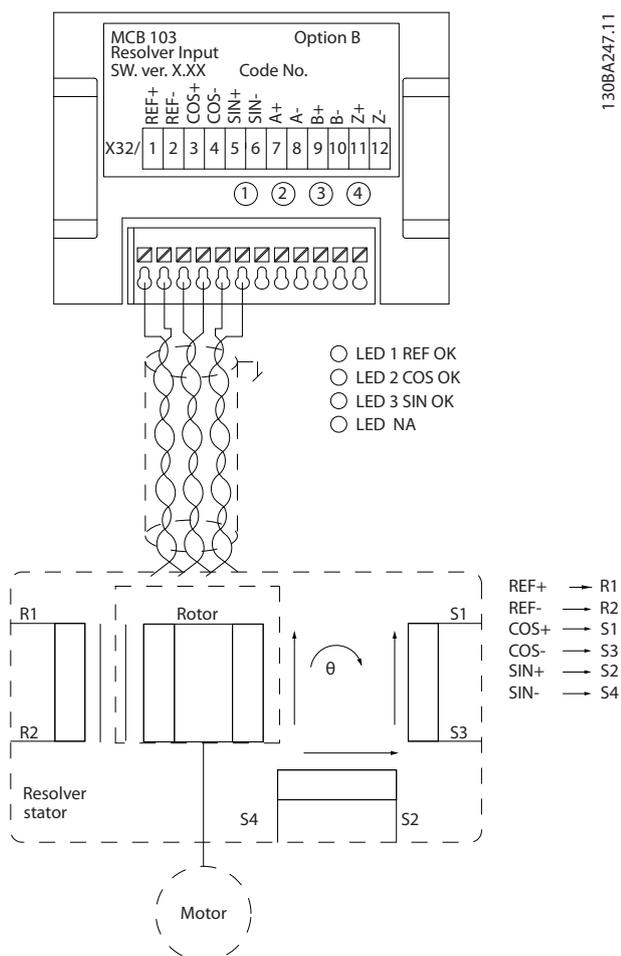

图 7.9 与永磁电机配套使用的旋变器输入 MCB 103
在图 7.9 中，永磁 (PM) 电机与用作速度反馈的解析器配套使用。PM 电机通常必须在磁通矢量模式下运行。